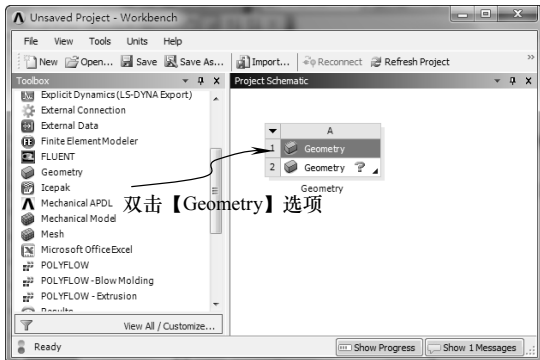

图 9-25 创建分析项目 A
3) 双击【Toolbox (工具箱)】中【Component Systems】下的【Geometry】选项，即可在【Project Schematic (项目管理区)】创建分析项目 A，如图 9-25 所示。